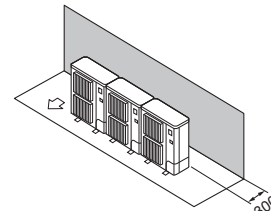

Fig. 2-9
- ① Окружающие предметы - только сзади (Fig. 2-9)